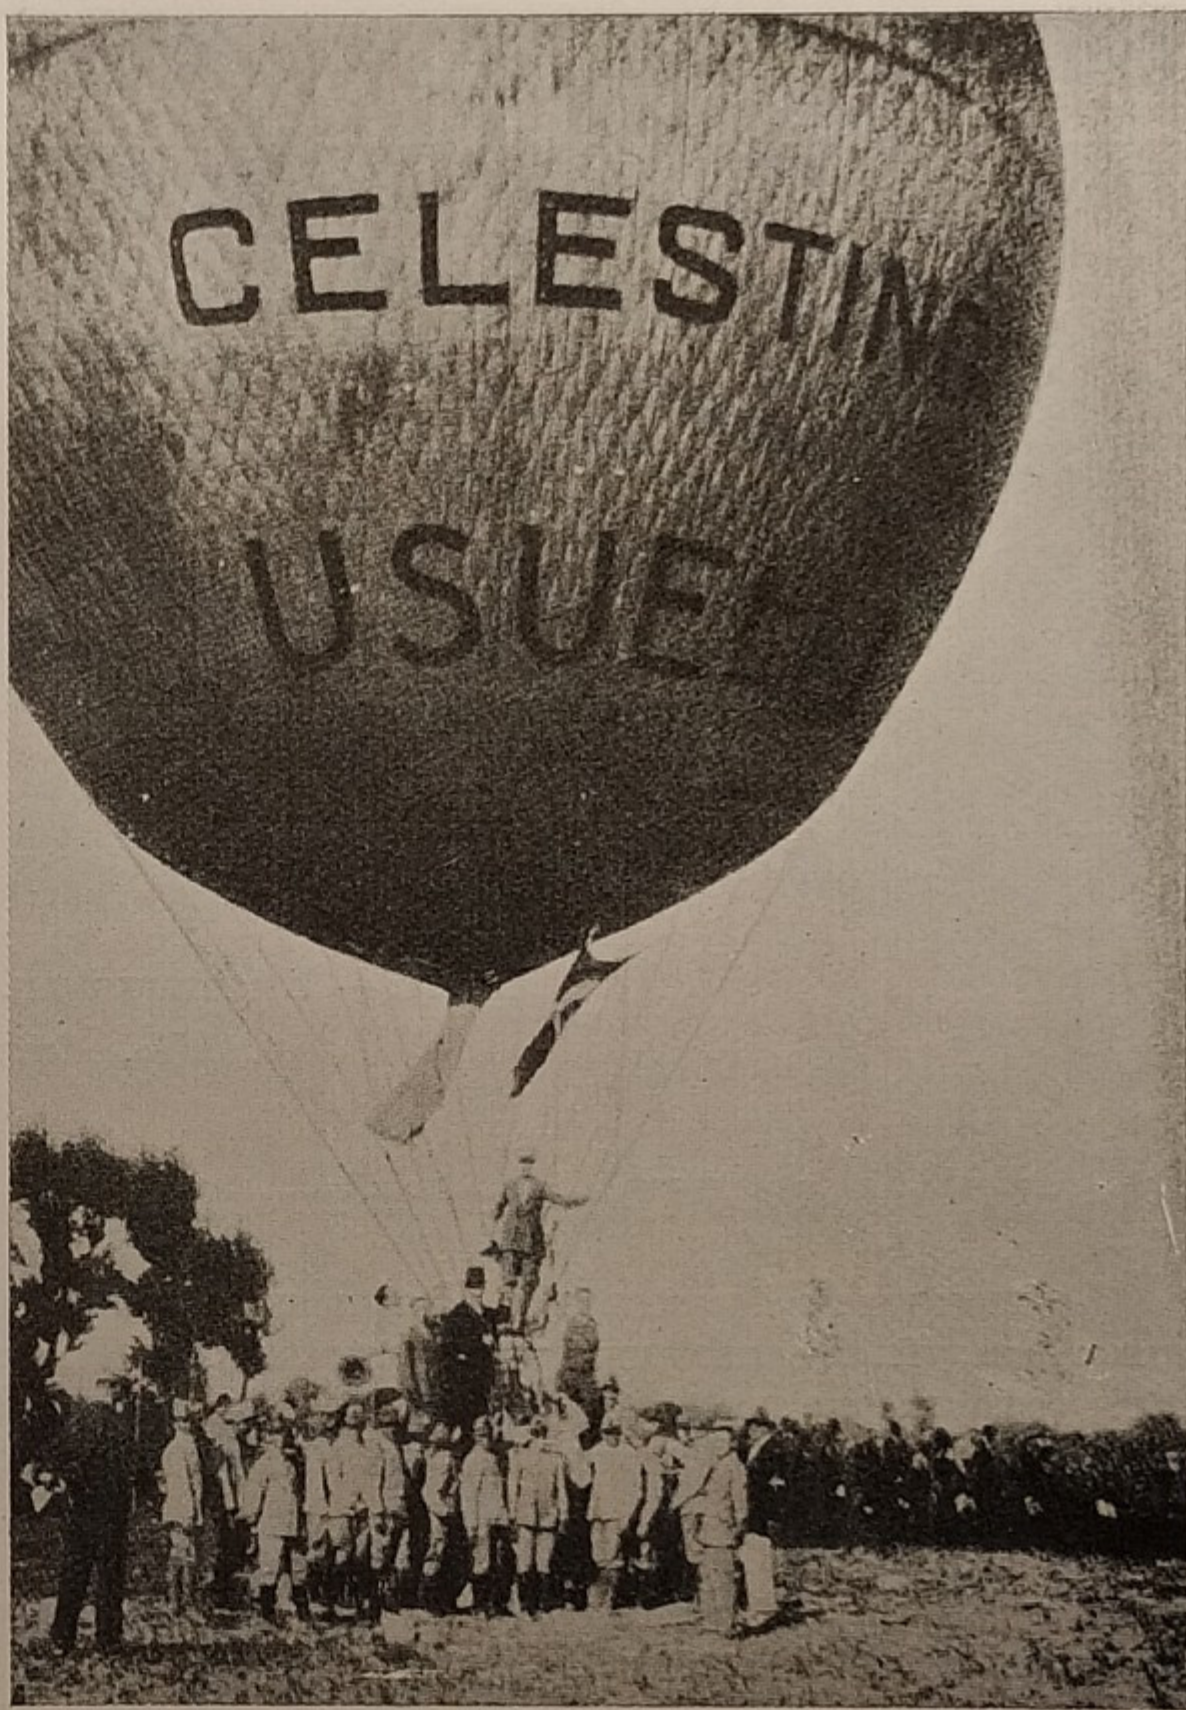

Fig. 80. — UN PALLONE AEROSTATICO.
60. I palloni aerostatici (fig. 80) hanno un involucro impermeabile di seta gom-mata, che ha un peso piccolo rispetto al volume d'aria che possono spostare quando l'involucro è gonfiato. Per ottenerne il sollevamento è però necessario che il gas con cui sono riempiti i palloni, sia più leggero dell'aria, come gas *illuminante*, *elio* od *idrogeno*, che è, specificamente, il più leggero di tutti i corpi.